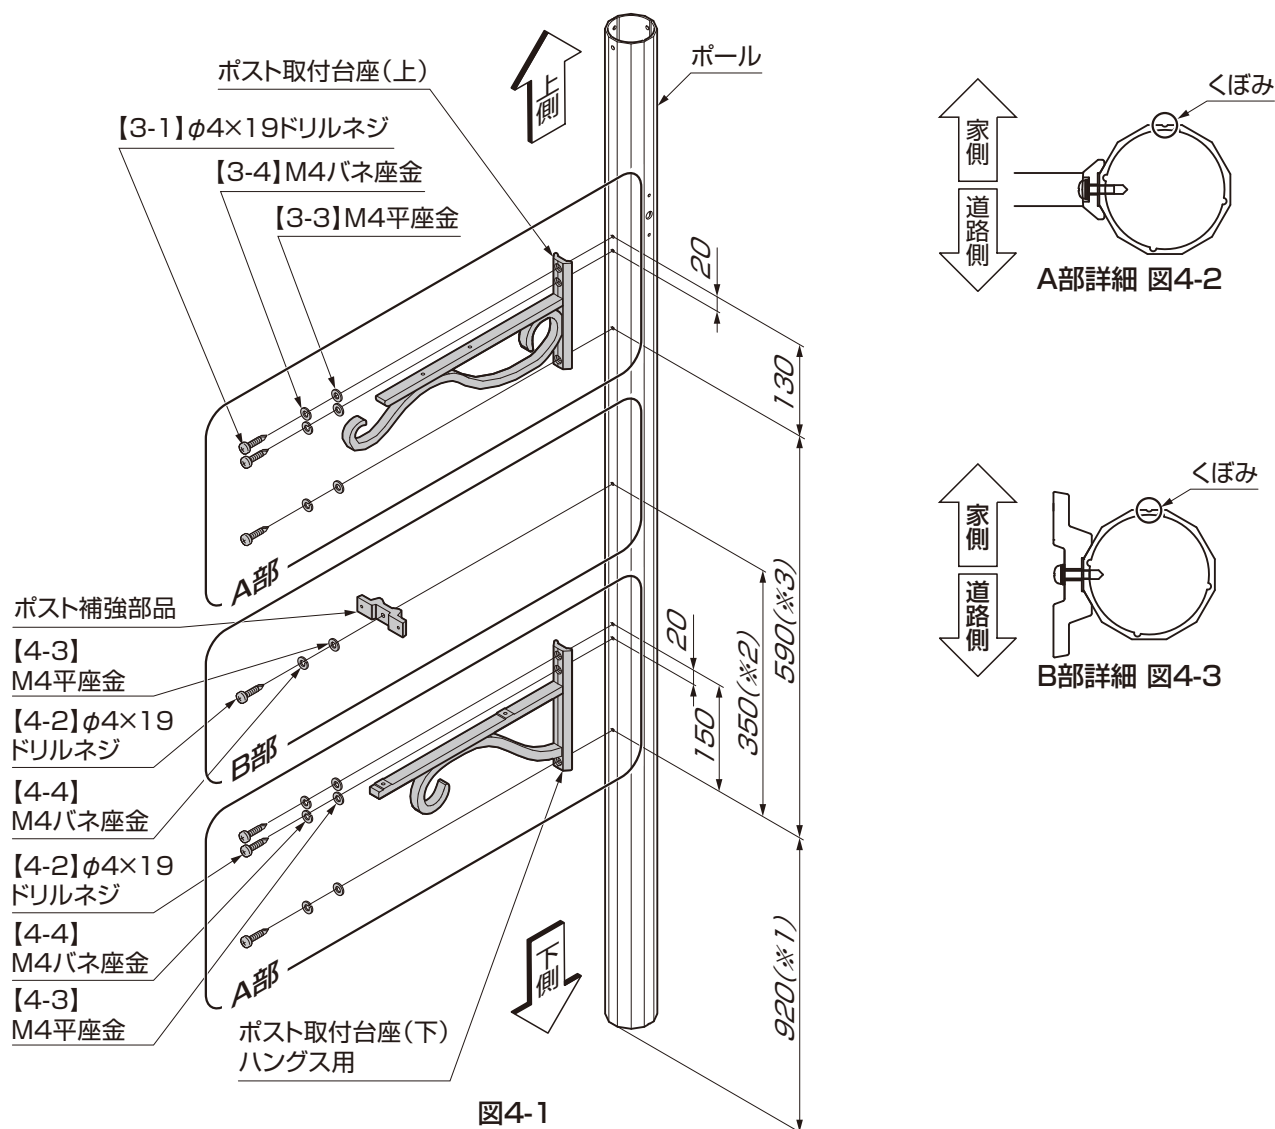

図4-1
- ポスト取付台座(上)(下)、ポスト補強部品は位置(*)がずれないようにしっかりと柱にあてがって取付けてください。(図4-1参照)